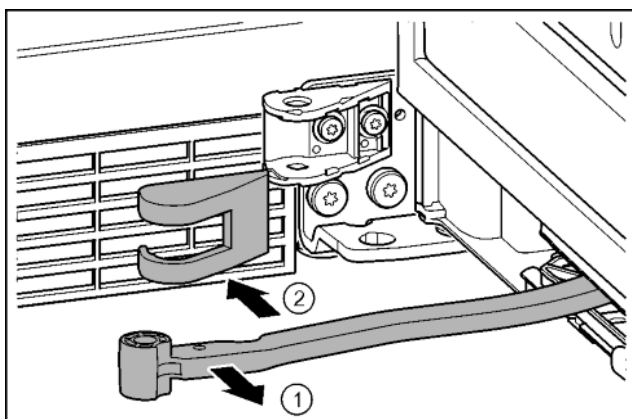

Fig. 16
- Przegub obrócić w kierunku drzwi. Fig. 16 (1)
- Usunąć osłonę płytki zawiasu. Fig. 16 (2)